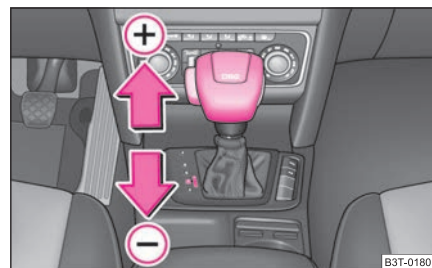

Fig. 134 Palanca selectora: cambio manual
- Presione ligeramente la palanca selectora (en la posición Tiptronic) hacia adelante ⇒ página 129, fig. 134 (+).